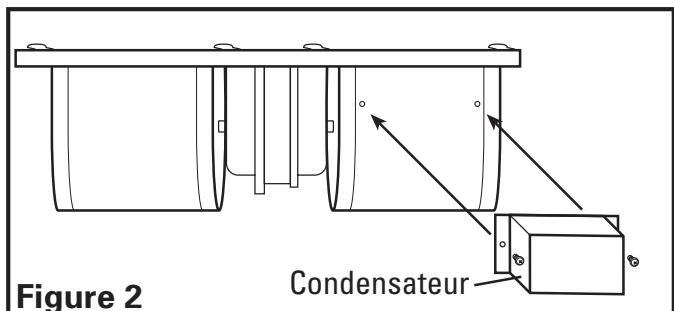

Figure 2
2. Fixer le condensateur à la soufflante en alignant les deux trous de la bride du condensateur avec les trous sur la soufflante. Utiliser les 2 vis #6 comprises pour faire la connexion et serrer complètement (**Figure 2**).
3. Fixer le condensateur à la soufflante en alignant les deux trous de la bride du condensateur avec les trous sur la soufflante. Utiliser les 2 vis #6 comprises pour faire la connexion et serrer complètement (**Figure 2**).